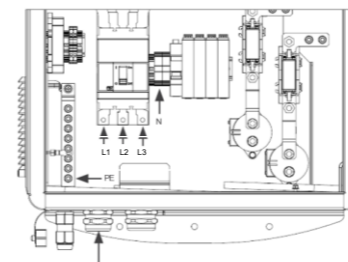

Abbildung 5.2: Stromanschluss
Die WEMOB-STATION wird direkt an den Klemmen des Leistungsschalters Q1 (Phasen R-S-T), am Neutralleiter und an der Erdungsschiene (PE) (Erdung der Struktur) an das Netz angeschlossen, wie in Abbildung 5.2 dargestellt.